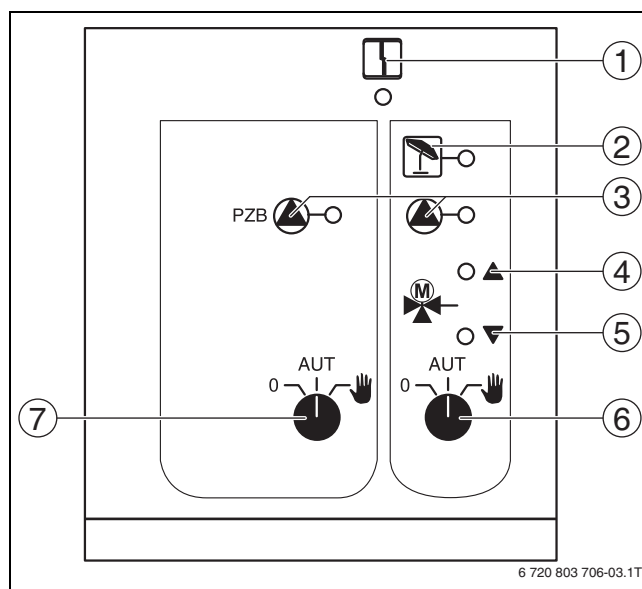

Рис. 7 ZM433
**0** и **Рука** являются особыми положениями переключателя для бустерного насоса (→ рис. 7, [6], стр. 10), которые разрешается устанавливать только специалистам сервисной фирмы.
**0** и **Рука** являются особыми положениями переключателя котлового контура (→ рис. 7, [6], стр. 10), которые разрешается устанавливать только специалистам сервисной фирмы.